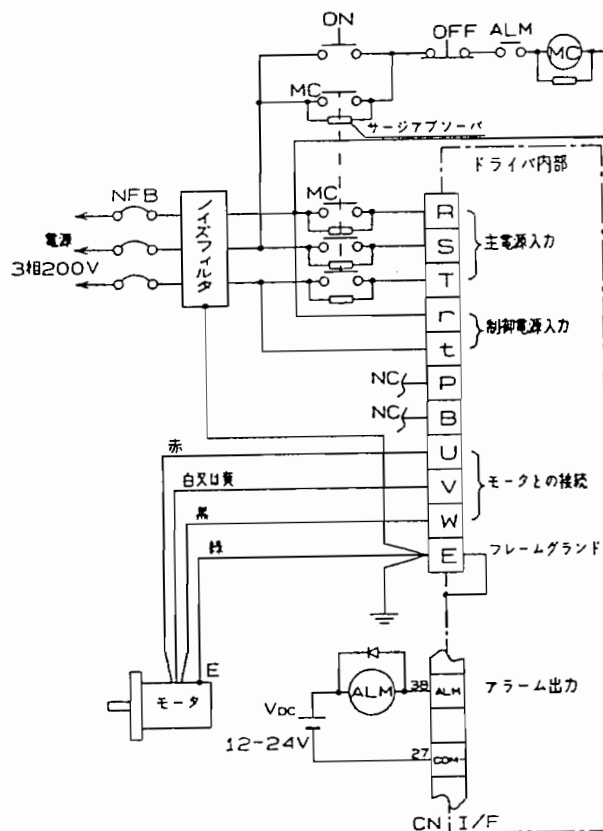

図1. 端子台への配線例
- (1) 図1の“端子台への配線例”に従って配線してください。
- (2) 配線用機器、使用電線等については、5 - 2 “配線用機器の選定”を参照してください。
- (3) 主電源入力端子 (R, S, T) とモータ出力端子 (U, V, W) を逆接続しないでください。
- (4) モータ出力端子 (U, V, W) を地絡させたり、互いに短絡させないでください。
- (5) 端子 P, B には何も接続しないでください。